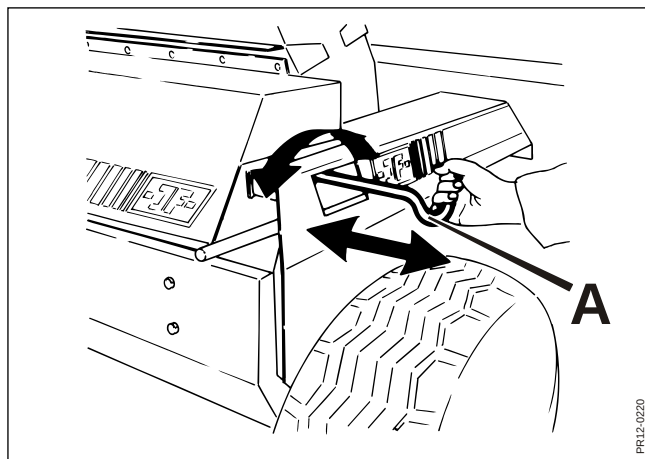

Fig. 4-24
- Fig. 4-24** 7. Grib fat i håndtaget **A** og giv forsigtig tilspænding ved at dreje på håndtaget til stenen rører kniven. Træk nu stenen i en glidende bevægelse hen over rotoren og tilbage igen. Giv lidt mere tilspænding og gentag bevægelsen hen over hele rotorens bredde således at knivene i hele rotorens bredde slibes.